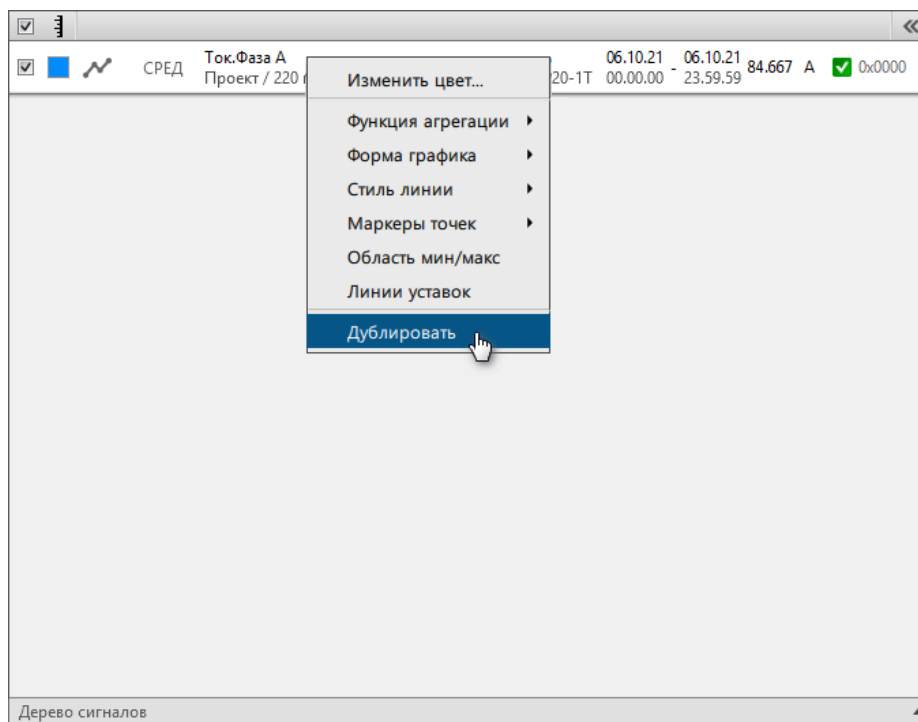

Рисунок 108 - Команда «Дублировать»
5. Нажмите *ПКМ* по сигналу и выберите команду **Дублировать** (Рисунок 108).